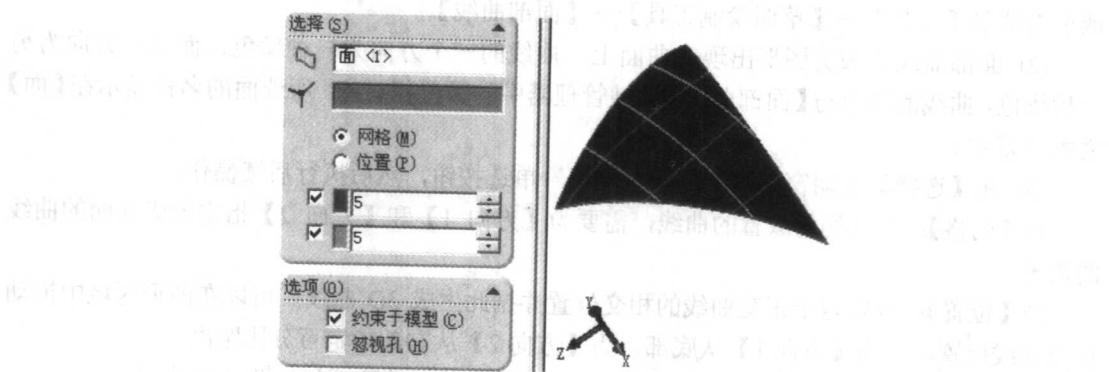
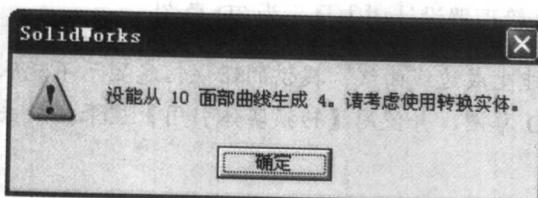

图 1-9 使用【网格】选项的面部曲线
图 1-10 提示错误信息对话框
(5) 重复上述步骤(1)和(2), 在【面部曲线】属性管理器和绘图区域中进行设置和选择, 如图 1-9 所示, 单击【确定】图标按钮 \checkmark , 如图 1-10 所示。